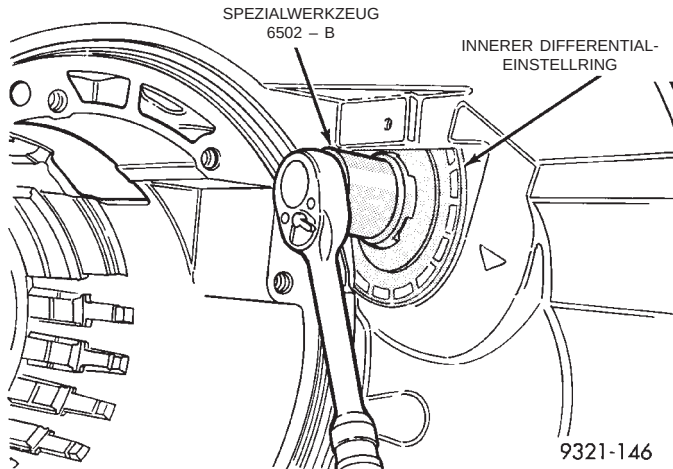

Abb. 315 Inneren Einstellring eindrehen
(23) Gewinde und O-Ring der Einstellringe vor dem Einbau mit Getriebeöl schmieren. Wird das Schmieren der Gewinde unterlassen, können Schäden an den Einstellringen und am Getriebegehäuse die Folge sein.
(24) Inneren Einstellring mit Spezialwerkzeug 6502B eindrehen (Abb. 315). Der Einstellring muß